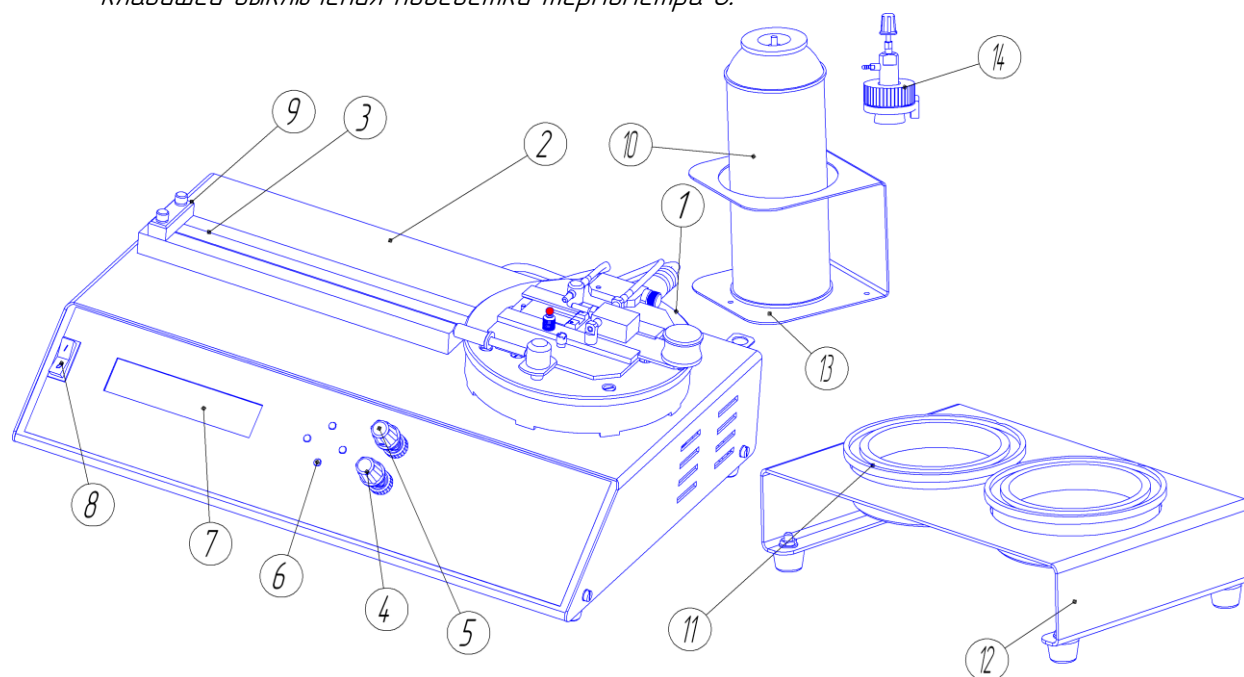

Рисунок 1– Аппарат для экспресс– анализа температуры вспышки в закрытом тигле малого размера
9.4 Установить термометр в подставку 3 рисунок 1 и ввести в отверстие расположенное на боковой поверхности основания. При необходимости использовать термопластичное соединение в соответствии с требованиями ISO 3680:2004 и ASTM D 3828-02.